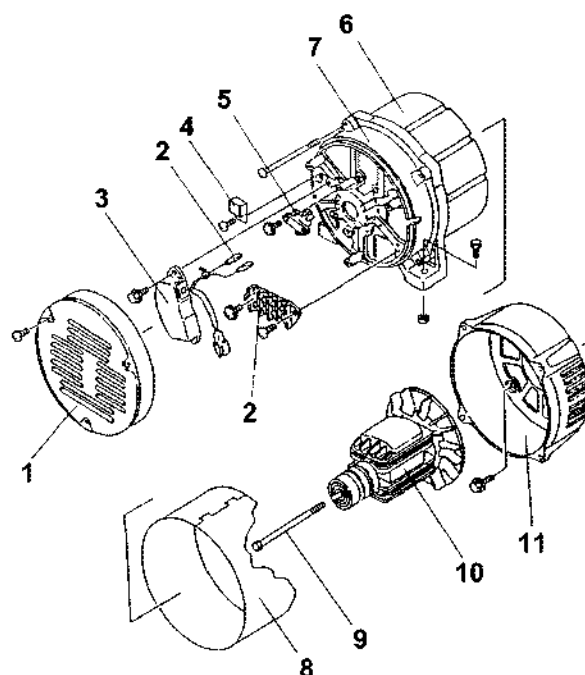

Рис. 15 Компоненты блока генератора
- **Рис. 15** иллюстрирует объем и содержание работ и расположение узлов.
1. Снимите крышку (**Рис. 15, (1)**).
2. Отсоедините контакты (**Рис. 15, (2)**) всех электрических устройств.
3. Снимите AVR (**Рис. 15, (3)**) и выпрямитель (**Рис. 15, (4)**).
4. Снимите щеткодержатель (**Рис. 15, (5)**) и щетку.
5. Снимите статор (**Рис. 15, (6)**) вместе с задним корпусом (**Рис. 15, (7)**) и кожухом (**Рис. 15, (8)**).
6. Выкрутите сквозной болт (**Рис. 15, (9)**).
7. Снимите ротор (**Рис. 15, (10)**) с помощью специального инструмента.
8. Снимите передний корпус (**Рис. 15, (11)**).